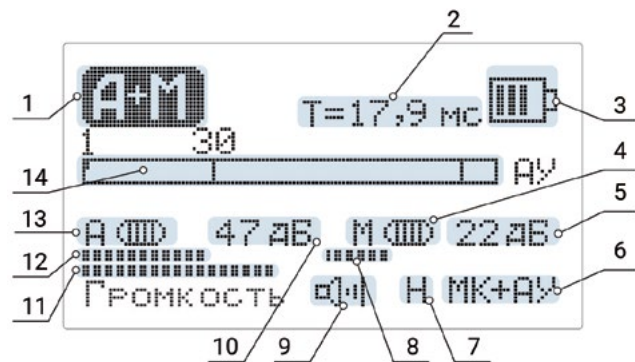

Рисунок 12
Перед переключением на канал «А+М» необходимо настроить частотные характеристики акустического канала в режиме «АУ» (п. 4.8.2.). Индивидуальная настройка частотных характеристик канала «АУ» может существенно ослабить влияние акустических помех при поиске МП. Основной экран канала «А+М» **Рис. 12.**
4.10.1. Линейная шкала текущего уровня сигнала (поз.14, Рис. 12) разделена по горизонтали на две половины. Верхняя половина – уровень акустического сигнала. Нижняя половина – уровень магнитного сигнала. Мгновенный уровень сигнала отображается заполнением шкалы и вертикальной линией, фиксирующей максимум и существующий до прихода следующего импульса, но не более 3 сек. Графическое отображение уровня сигналов дублируется динамической индикацией числового значения уровня в течение примерно 0,2 сек после остывания определенного уровня. Числовое значение дается в процентах от максимального допустимого сигнала.
4.10.3. Для корректной работы приемника в данном режиме необходимо установить такой уровень усиления в каналах А и М, при котором происходит синхронная с импульсами ударного генератора индикация срабатывания пороговых устройств – заполнение овальных значков справа от знаков А и М (поз. 13 и поз. 4 Рис. 12). Это будет происходить при уровне сигналов порядка 90 % от максимума. Установленный уровень усиления должен поддерживаться неизменным на каждом шаге при продвижении по трассе поиска. Выполнение этого условия обеспечит достоверную оценку ключевого параметра режима «А+М» – задержки распространения акустического сигнала – поз. 2 Рис. 12.
4.10.6.4. Строка меню «Выход на ТЛФ». Выбранный канал (АУ, МК или АУ+ МК) подключается для прослушивания к телефонам. В основном экране символ выбранного канала отображается в правом нижнем углу (поз. 6, Рис. 12).